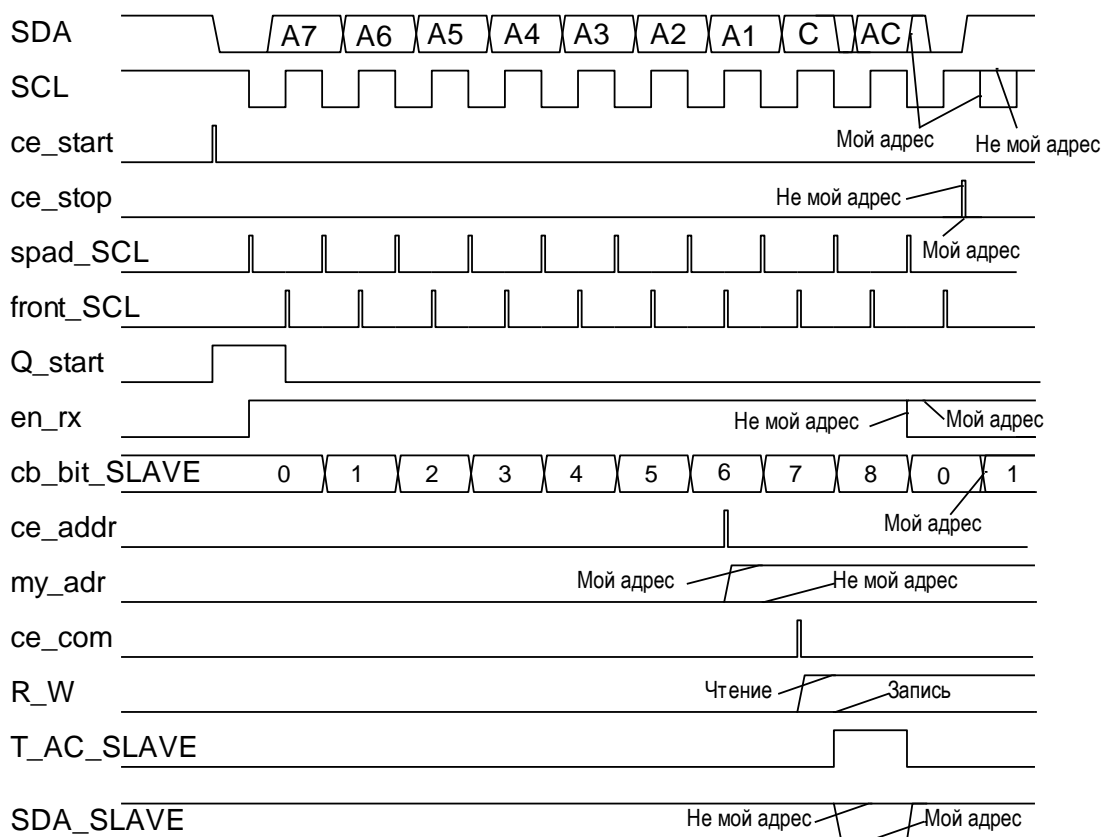

Рис.7 Временные диаграммы ведомого (SLAVE\_I2C)
На рис.7 приведены временные диаграммы сигналов ведомого на интервале первого байта
- 3.3 Начертить в тетради временные диаграммы модуля SLAVE\_I2C (рис.7).